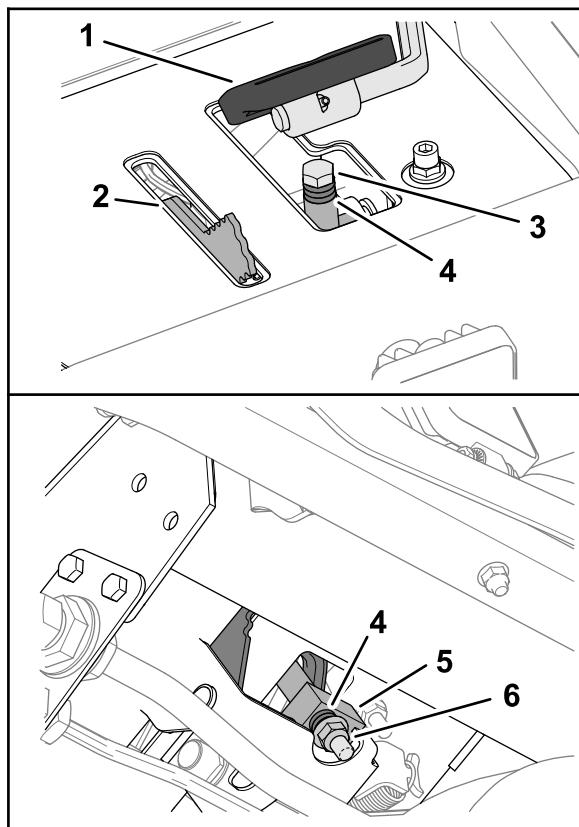

Figura 148
3. În zona de sub pedala de traciune, îndepărtați urubul de oprire și contrapiulița cu guler care fixează distanțierul pe blocul de oprire a lamei de cosit (Figura 148).